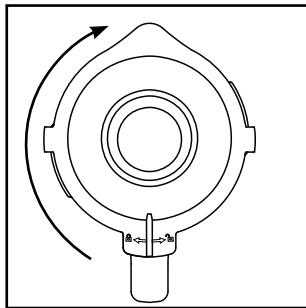

Fig. 2
- 4) Vuelva a presionar firmemente la tapa ② sobre el vaso ③ en su posición desplazada. Para cerrar la tapa ②, gírela en sentido horario hacia la posición ④ hasta que encastre audiblemente (consulte la fig. 2). Asegúrese de que la boca del vaso ③ quede cerrada. Solo podrá activarse el motor si la tapa ② está bien colocada.